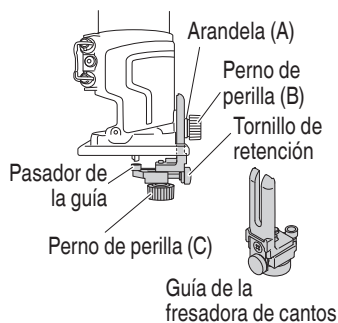

Fig. 18
- (1) Ajuste la guía de la fresadora de cantos en el conjunto base con el perno de perilla (B).
- (2) Afloje el perno de perilla (B) para mover la guía de la fresadora de cantos hacia arriba y hacia abajo.
- (3) Afloje el perno de perilla (C) y gire el tornillo de retención para mover el pasador de la guía. (Fig. 18) Después de mover el pasador de la guía, apriete el perno de perilla (C) para fijarlo.